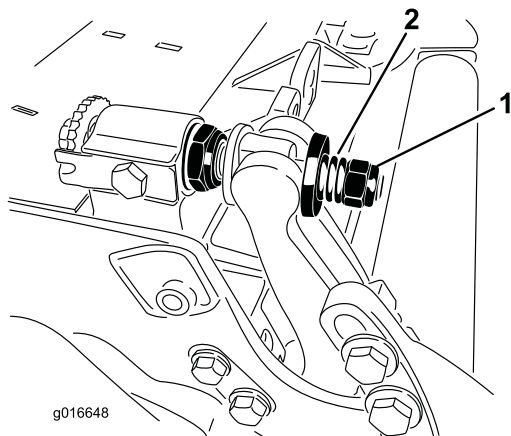

Рисунок 31
осевой люфт планки неподвижного ножа (Рисунок 31).
10. Затяните гайку на каждом узле регулировки планки неподвижного ножа до полного сжатия пружины, а затем отпустите гайку на 1/2 оборота (Рисунок 31).